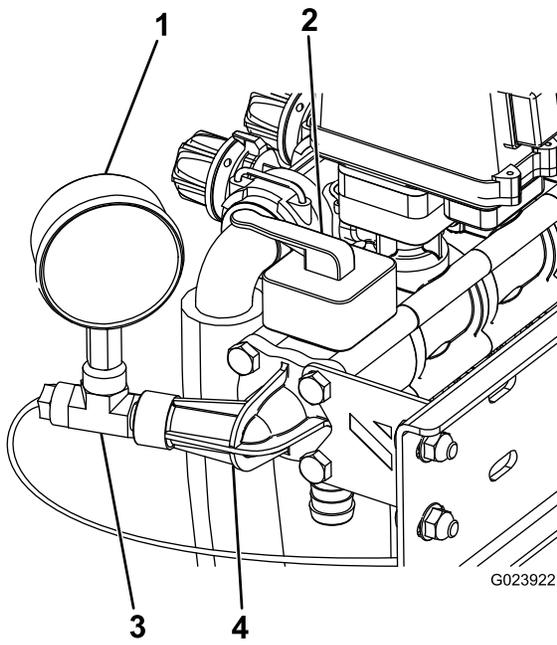

Bild 10
sowie die Stabilisierungshalterung mit vier langen Schrauben, siehe Bild 10.
5. Schließen Sie den T-Anschluss am Druckmanometeranschluss an (Bild 10).
6. Schließen Sie das Druckmanometer am T-Anschlussstück an (Bild 10).